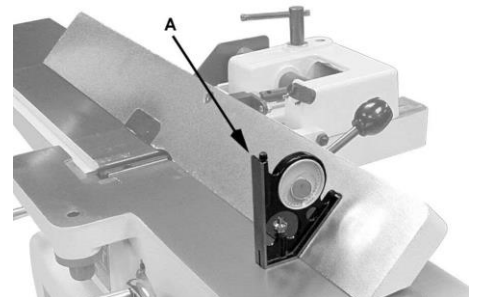

Рис. 27
1. Ослабьте фиксатор (A). Сдвиньте стопорную пластину (D) и расположите упор под углом  $135^\circ$ . Убедитесь, что упор находится напротив стопорного болта. (E).
2. Затяните фиксатор (A)
3. Поместите инструмент для измерения угла на стол и на упор, чтобы проверить правильность настройки угла  $135^\circ$  (A, рис. 27).
4. Чтобы отрегулировать положение, ослабьте стопорную гайку (F), поверните стопорный болт (E) до тех пор, пока угол не составит  $135^\circ$ .
5. Затяните стопорную гайку (F).